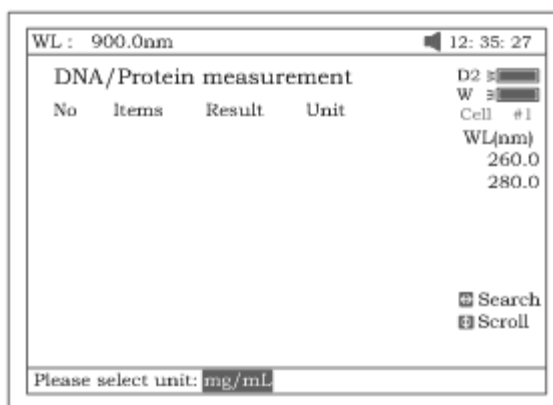

Рисунок 64
- Выберите единицу концентрации (рис.64).